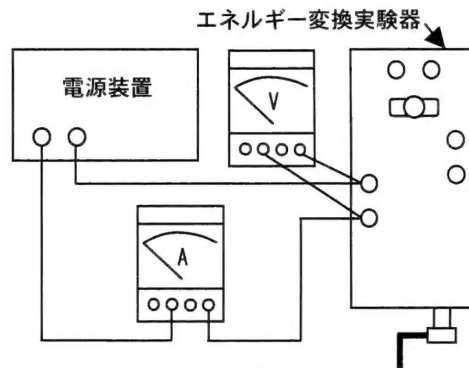

図4：接続図
- 2) 電源装置を接続します。投入電力を正しく測定するときは入力側に電圧計、電流計を接続してください。(図4参照。電源装置の計器を読むこともよい)